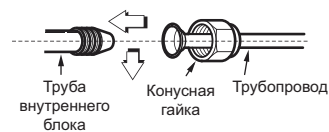

Рис. 5-3
- Затяните конусную гайку с достаточным усилием (см. Рис. 5-3)